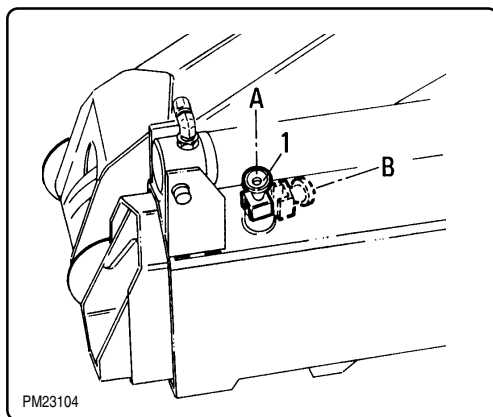

fig. 6.8.2
Nei modelli in versione "LC", con il primo braccio più corto, sganciare la leva "1" fig. 6.8.2 di sblocco del pacco braccio e portarla in posizione "B".
*On LC versions with a short first boom, release lever "1" fig. 6.8.2 unlocking the boom group and turn it to position "B".*
- bloccare i bracci sfilabili agendo sulla maniglia di blocco "1". Portare la leva in posizione "A" così da impedire lo sfilo accidentale ed incontrollato dei bracci idraulici (fig. 6.8.2).
- *lock the extendible booms acting on handle "1". Turn the lever in position "A" to prevent the accidental and uncontrollable extension of the hydraulic booms (fig. 6.8.2).*